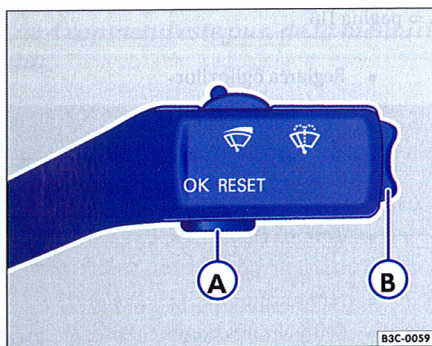

Fig. 12 În maneta de acționare a ștergătoarelor: Tasta A pentru confirmarea punctelor din meniu și butonul basculant B pentru schimbarea meniurilor
Atât timp cât există avertismente de prioritate 1, pe display nu se vor afișa meniuri⁶⁾ ⇒ pagina 16. Pentru a putea afișa meniurile, confirmați mesajele de avertizare cu tasta din maneta ștergătoarelor⁶⁾ ⇒ pagina 18, fig. 12" sau de pe volanul multifuncțional⁶⁾ ⇒ pagina 20, fig. 13".
- Apăsați o dată tasta ⇒ fig. 12 A din maneta ștergătoarelor de parbriz. ▶
- Selectați din meniul principal ⇒ pagina 16, meniul **Fzg.-Status** (statut autov.) și apăsați tasta din maneta de acționare a ștergătoarelor ⇒ pagina 18, fig. 12" sau
și apăsați tasta **OK** din maneta de acționare a ștergătoarelor ⇒ pagina 18, fig. 12"